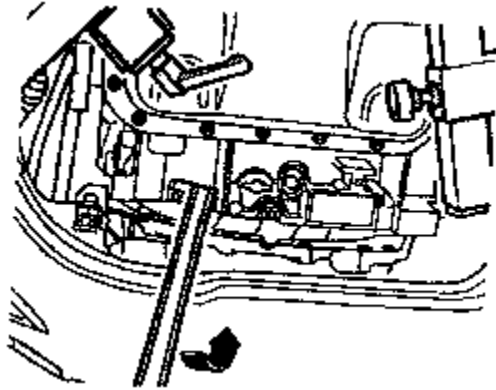

图 8-52 推动液力变矩器
(28) 降低前后总成支架，松开装配支架上的两个发动机支承。如果需要，把发动机升起一点。需要注意的是节气门部件不要碰坏前端面的绝缘垫。
(29) 旋下发动机和变速箱之间的剩余连接螺栓。如果需要，把发动机降下一些，将变速箱慢慢降落。
(30) 把变速箱和发动机分开，同时压入液力变矩器。如图 8-52 箭头所示，朝着 ATF 泵方向推液力变矩器。